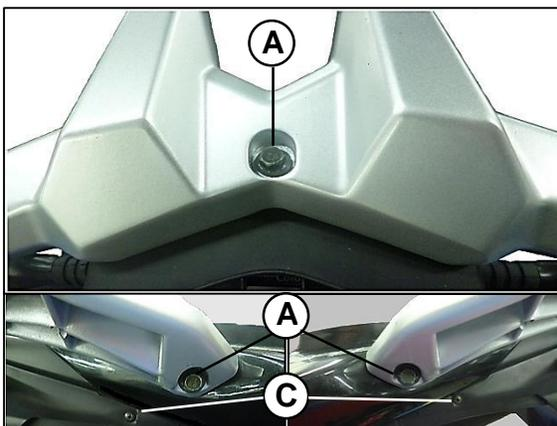

Fig. 06
Retire los 3 tornillos (A) de 10 mm y luego ejersa fuerza hacia afuera como abriendo la parrilla, con el fin de evitar daños a las cubiertas de cola plásticas. **Fig .06**
Retire los dos tornillos (A) superiores de 8 mm **Fig.08** y los inferiores (B) de 8 mm. **Fig.08.1** Tenga en cuenta también los dos tornillos golosos laterales (C) **Fig. 06**